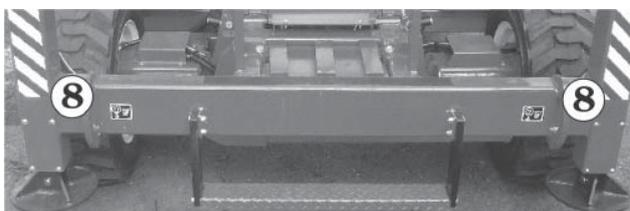

Abb. 10.9 – Verzurrösen
Stets an den vorderen und hinteren Verzurrösen ⑧ (siehe Abb. 10.9 und 10.10) Ketten befestigen.